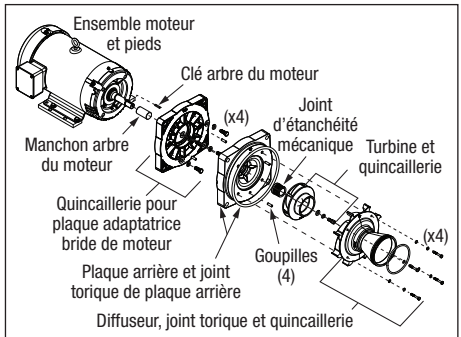

Figure 14. Retirer le joint mécanique, la turbine, le diffuseur et les accessoires du moteur
10. À l'aide d'une clé 7/16, desserrer les quatre (4) vis hexagonales fixant le diffuseur à la plaque arrière. Retirer délicatement le diffuseur et retirer le joint torique du diffuseur. Reportez-vous à la Figure 14.
16. Pour les moteurs avec un châssis NEMA 182-184 JM, utiliser une clé à douille 9/16 po pour desserrer les quatre (4) vis hexagonales fixant la plaque d'adaptation de bride du moteur au moteur. Pour les cadres NEMA 213-215 JM, utiliser une clé à douille 3/4 po. Retirer délicatement la plaque d'adaptation de la bride du moteur en évitant tout impact sur l'arbre du moteur et mettre de côté. Reportez-vous à la *Figure 14*.